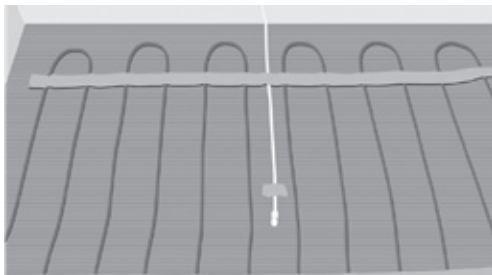

Fig. 9. Placér røret/føleren mellem to kabler
12. Placér og fastgør røret eller gulvføleren. Sørg for at placere røret/føleren mellem to varmekabler (fig. 9) og forsegl enden af røret.